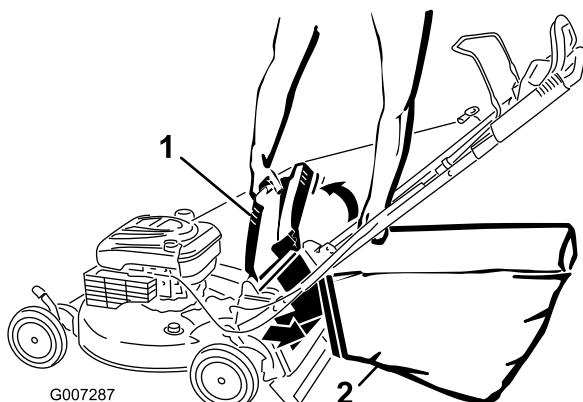

Рисунок 24
4. Навесьте верхний передний край мешка и закрепите его в пазах (Рисунок 24).